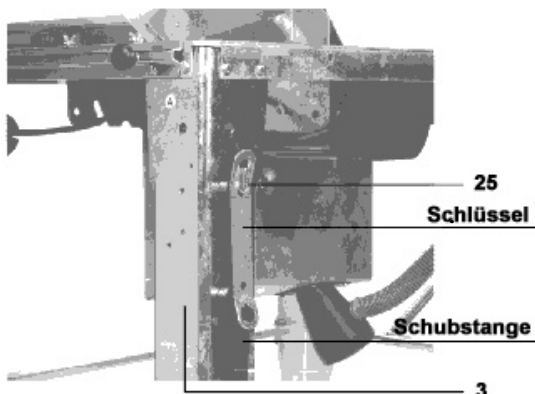

Fig. 20
- Uniți furtumul (21) cu capacul de protecție (20) și pâlnia (14). Fixați apoi furtumul (21) cu o clemă de mânerul (7) (v. fig. 20)